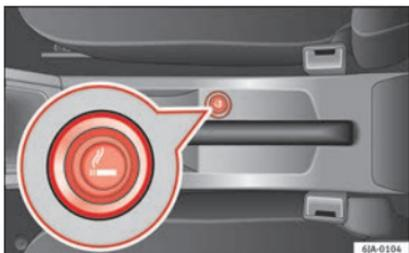

Fig. 152 Console centrale: accendisigari.
L'accendisigari si trova nella parte anteriore della console centrale »» fig. 152.
- Premere l'accendisigari »» fig. 152.